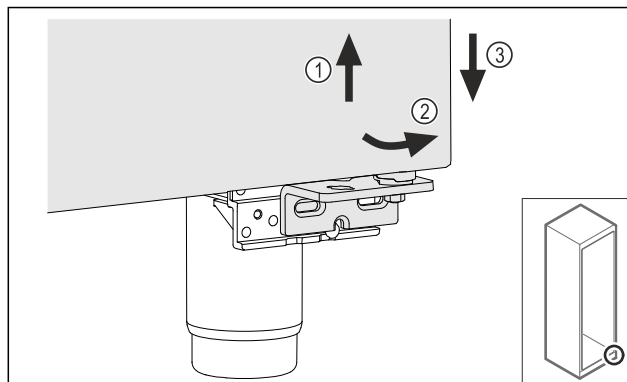

Fig. 11
- 将门稍微抬起 Fig. 11 (1)，底部向前倾斜 Fig. 11 (2) 并放下 Fig. 11 (3)。